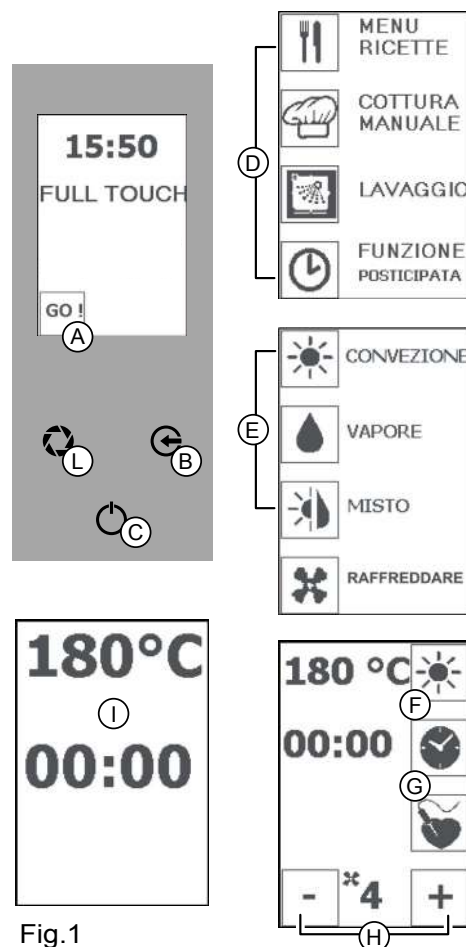

Fig.1
**Dopo 3 minuti di inattività sullo schermo compaiono temperatura e tempo di cottura (Fig 1/I). Premere tasto "INVIO" per tornare alla schermata con i parametri impostati**
**Funzione "PAUSA": premere il tasto "INVIO" (Fig 1/C) per interrompere la funzione in corso e premere di nuovo il tasto "INVIO" (Fig 1/C) per riprendere la cottura**
Premere il tasto "INVIO" (Fig 1/C) per interrompere la cottura.
Premere più volte il tasto "ESC" (Fig 1/B) per tornare alla schermata iniziale.
Premere l'icona "GO!" per attivare menù principale (Fig 1/A).
Premere l'icona "COTTURA MANUALE" (Fig 1/D) e selezionare la cottura: CONVEZIONE (Fig 1/E).
Premere tasto "TEMPERATURA" (Fig 1/F) e con i tasti "MENO" e "PIÙ" impostare la temperatura fra i 25° e i 40°. Premere tasto "TEMPERATURA" per confermare.
Premere tasto "TEMPO" (Fig 4/G) e con i tasti "MENO", "PIÙ" (Fig 1/H) impostare il tempo tra infinito, 1 minuto e 09:00 ore/minuti.
Premere il tasto "INVIO" (Fig 1/C) per interrompere il processo.
Funzione "PAUSA": premere il tasto "INVIO" (Fig 1/C) per interrompere la funzione in corso e premere di nuovo il tasto "INVIO" (Fig 1/C) per riprendere la cottura